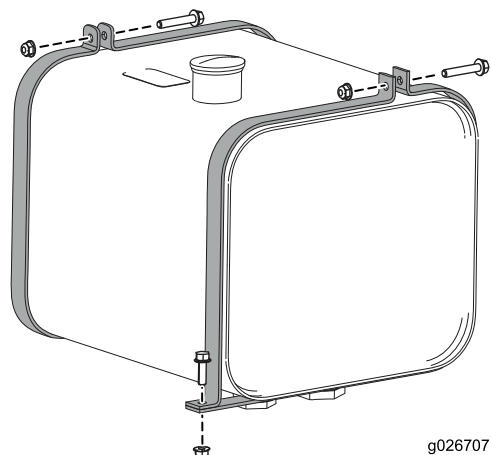

Figura 47
8. Afloje los flejes del depósito hidráulico, y retire el depósito hidráulico de la máquina (Figura 47).